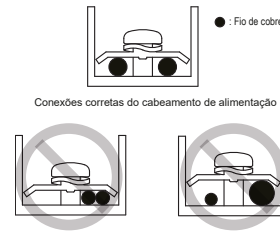

Figura 28
- Não conecte dois cabos de alimentação com diâmetros diferentes no mesmo terminal da fonte de alimentação (pode ocorrer superaquecimento dos fios). Consulte a Figura 28.